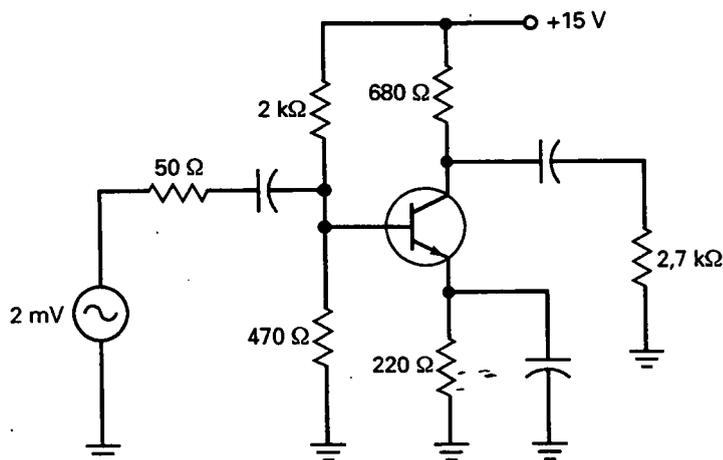

Figura 11-26
- 11-1. ¿Cuál es la resistencia de colector de continua en la Figura 11-26? ¿Cuánto vale la corriente de saturación para continua?
- 11-2. ¿Cuál es la resistencia de colector alterna en la Figura 11-26? Si el punto Q está aproximadamente en el medio de la recta de carga para alterna, ¿cuál es la corriente de saturación para alterna?
- 11-3. ¿Cuál es la salida máxima pico a pico en la Figura 11-26?
- 11-4. Todas las resistencias se doblan en la Figura 11-26. ¿Cuál es la resistencia de colector para alterna?
- 11-5. Todas las resistencias se triplican en la Figura 11-26. ¿Cuál es la salida máxima pico a pico?
- 11-13. ¿Cuál es el consumo de corriente en la Figura 11-26?
- 11-14. ¿Cuál es la potencia de alimentación de continua del amplificador de la Figura 11-26?
- 11-15. La señal de entrada de la Figura 11-26 aumenta hasta una tensión de salida máxima
- 11-16. ¿Cuál es la disipación de potencia sin señal en la Figura 11-26?
- 11-34. El transistor de la Figura 11-26 es un 2N3904. Si el circuito tiene que funcionar en una temperatura ambiente de 0 a 100° , ¿cuál es la característica de potencia máxima del transistor en el peor de los casos?
- 11-41. Dibuje las rectas de carga para la Figura 11-26.